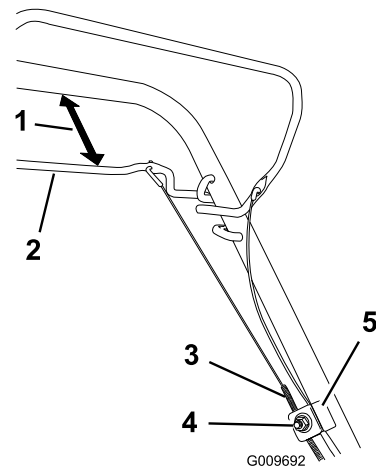

Figura 25
1. Afloje la tuerca del soporte del cable (Figura 25).
2. Sujete la barra de la transmisión autopropulsada a una distancia de 25 a 38 mm (1 a 1-1/2 pulg.) del manillar (Figura 25).
3. Tire hacia abajo de la cubierta del cable (hacia el cortacésped) hasta eliminar la holgura en el cable (Figura 25).